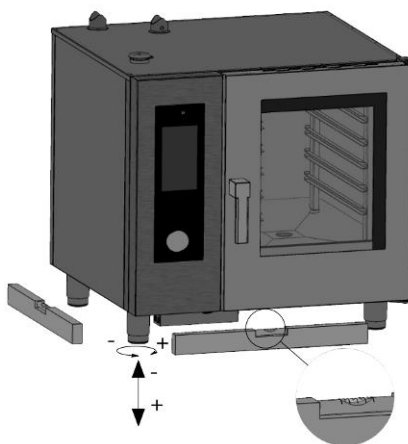

Fig. 2
- Les pieds réglables sont fournis avec l'appareil et doivent être vissés sur le fond de celui-ci. Une mise à niveau convenable de l'appareil permet un fonctionnement convenable. L'appareil est mis à niveau à l'aide des pieds et le niveau doit être contrôlé à l'aide d'une règle à niveau. Pour régler le niveau de l'appareil, vissez ou dévissez les pieds (Fig. 2).